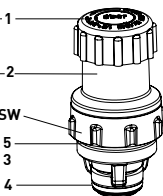

Abb. 3b
Beachten Sie, dass die beiden O-Ringe (4 + 5) am Ersatzoberteil (s. **Abb. 3b und 4b**) montiert sind und dass das Oberteilgewinde sowie die O-Ring Dichtbereiche im Ventilgehäuse (3) metallblank und sauber sind.